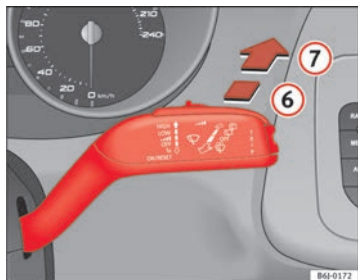

Fig. 62 Leva del tergicristallo: tergilunotto
- Premere la leva in avanti innestandola nella posizione ⑥ ⇒ fig. 62. In questo modo il tergilunotto effettua un'escursione ogni 6 secondi circa.
- Spingere la leva in avanti fino in fondo, portandola nella posizione ⑦ ⇒ fig. 62. Il tergilunotto e il lavalunotto si attivano simultaneamente. Il lavalunotto continuerà ad operare fintanto che si tiene la leva in questa posizione.